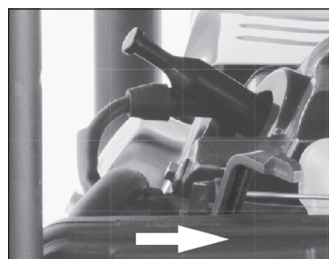

Рис. 11
11. Дайте двигателю поработать в течение 3-5 минут, чтобы прогреть его. По мере прогрева двигателя постепенно передвиньте рычаг воздушной заслонки в положение «Открыто» (рис. 11).